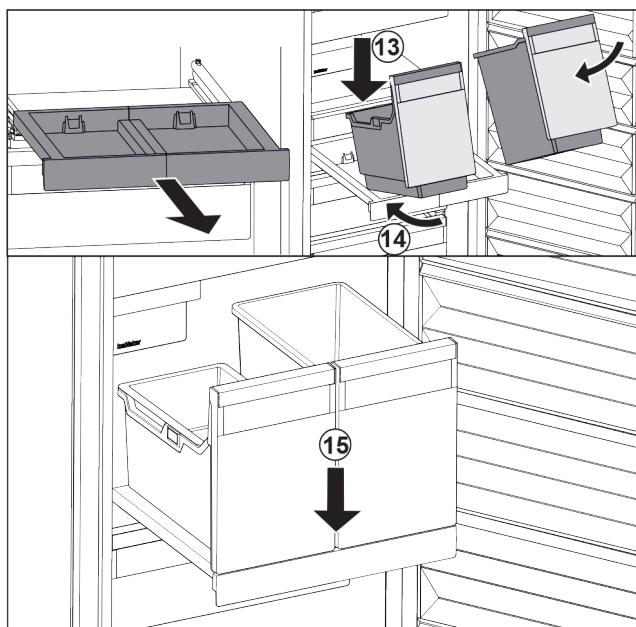

Fig. 175
- ▶ Applicare i contenitori in modo inclinato sul ripiano estraibile. Fig. 175 (13)
- ▶ Inserire il contenitore in modo inclinato verso la parte posteriore. Fig. 175 (14)
- ▶ Abbassare il contenitore nella parte anteriore. Fig. 175 (15)